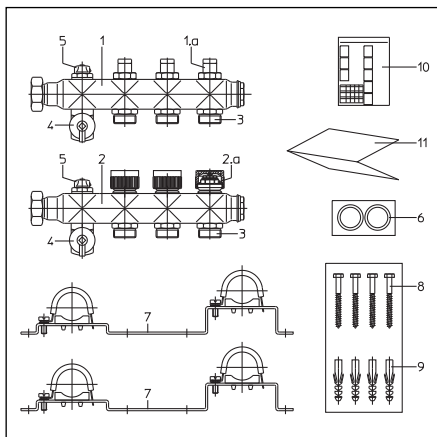

Fig. 2: Fourniture
Les valeurs obtenues doivent aussi être saisies dans les tableau de l'autocollant notice condensée (fig. 2, pos. 10). L'autocollant doit être placé tout près du distributeur/collecteur, par ex. à l'intérieur de la porte du coffret.